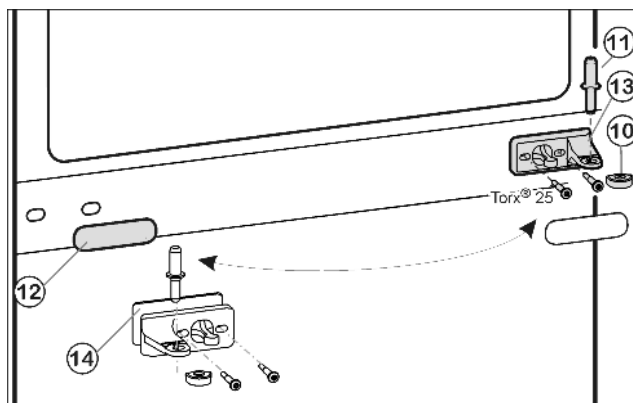
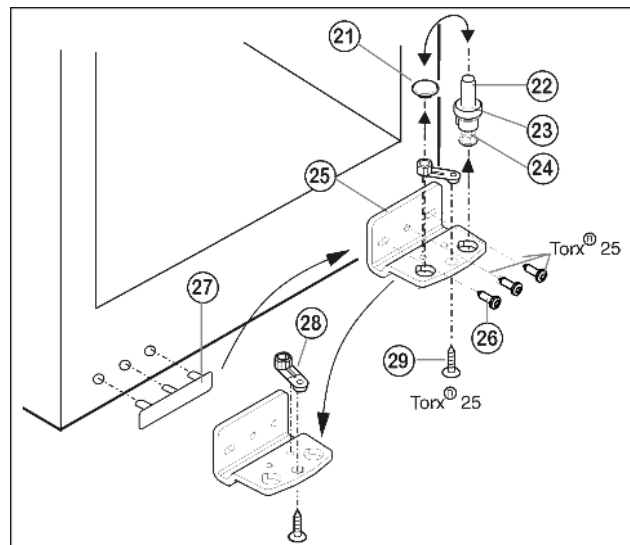

Fig. 8
Fig. 9
- Prostřední ložiskový čep Fig. 8 (11) vytáhněte ze stojanu ložiska a spodních dveří.
- Plastovou čepičku Fig. 8 (10) stáhněte.
- Stojan ložiska uprostřed Fig. 8 (13) odšroubujte (2 krát Torx® 25).
- Krytku Fig. 8 (12) opatrně stáhněte.
- Prostřední stojan ložiska Fig. 8 (13) s podložkou Fig. 8 (14) přišroubujte otočený o 180° na novou stranu závěsu (s 4 Nm).
- Krytku Fig. 8 (12) otočenou o 180° zasuněte na nové straně madla.
- Ložiskový čep Fig. 9 (22) včetně podložky Fig. 9 (23) a seřizovací nožky Fig. 9 (24) vytáhněte nahoru.
- Zátku Fig. 9 (21) odstraňte.
- Stojan ložiska Fig. 9 (25) odšroubujte Fig. 9 (26).
- Ložiskový díl *Fig. 9 (28)* odšroubujte *Fig. 9 (29)* a přemístěte jej do protilehlého upínacího otvoru stojanu ložiska, pak ho znovu pevně přišroubujte.
- Krytku na straně madla *Fig. 9 (27)* opatrně vytáhněte a přemístěte na druhou stranu.
- Stojan ložiska *Fig. 9 (25)* na nové straně závěsu zase přišroubujte příp. pomocí akumulátorového šroubováku (momentem 4 Nm).
- Zátku *Fig. 9 (21)* zase vložte do druhé díry.
- Ložiskový čep *Fig. 9 (22)* včetně podložky a seřizovací nožky zase nasadte. Přitom dávejte pozor, aby zajišťovací vačka směřovala dozadu.
- Spodní dveře nasadte shora na spodní ložiskový čep *Fig. 9 (22)*.
- Plastovou krytku *Fig. 8 (10)* nasadte zase na prostřední stojan ložiska *Fig. 8 (13)*.
- Prostřední ložiskový čep *Fig. 8 (11)* vložte přes prostřední pouzdro ložiska *Fig. 8 (13)* do spodních dveří na nové straně závěsu.
- Horní dvířka usadte na prostředním ložiskovém čepu *Fig. 8 (11)*.
- Dveře případně pomocí obou podélných děr ve spodním stojanu ložiska *Fig. 9 (25)* a v prostředním stojanu ložiska *Fig. 8 (13)* vyrovnejte tak, aby lícovaly. Vyšroubujte prostřední šroub na stojanu ložiska dole *Fig. 9 (25)*.